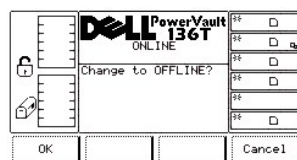

図 3. オフライン確認ダイアログ
- 1 **Change** ソフトキーの下にあるボタンを押すと、図 3が表示されます。